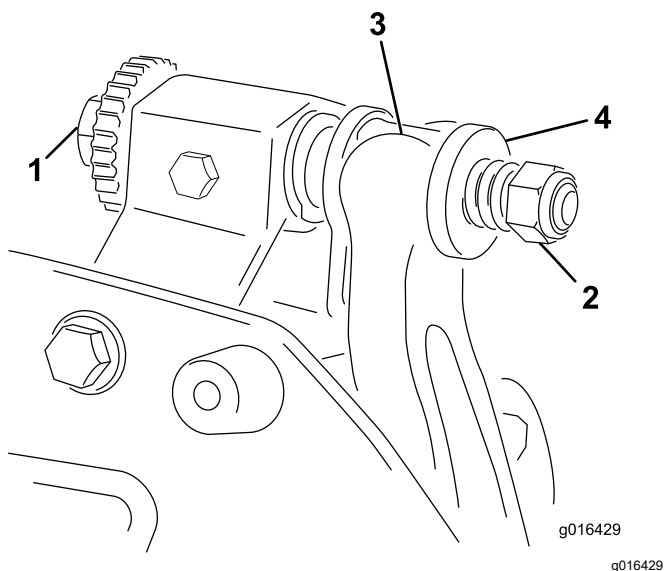

Рисунок 13
1. Поверните регулировочный болт планки неподвижного ножа против часовой стрелки, чтобы отвести неподвижный нож от барабана (**Рисунок 13**).
- Отвинчивайте гайку натяжения пружины до тех пор, пока шайба больше не будет нажимать на планку неподвижного ножа (Рисунок 13).
1. Установите планку неподвижного ножа / неподвижный нож в сборе, расположив монтажные проушины между шайбами и регулировочным винтом планки неподвижного ножа (Рисунок 13).